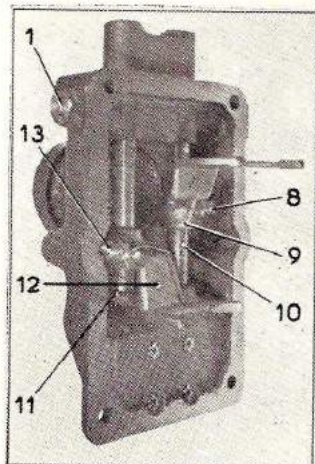

Fig. BV 4.
Déposer la vis (1) (fig. BV 4).